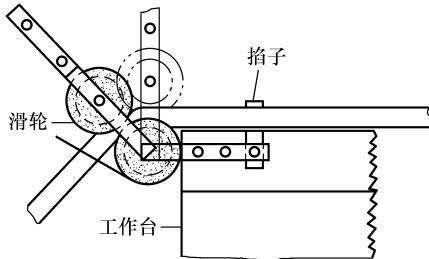

图 2-15 滑轮弯管器
2) 滑轮弯管器。滑轮弯管器由工作台、滑轮组等组成，它能弯直径 100mm 以下的管子，见图 2-15。弯管时不易损伤管子，适宜弯曲半径相同的成批管子。缺点是笨重不易搬动。